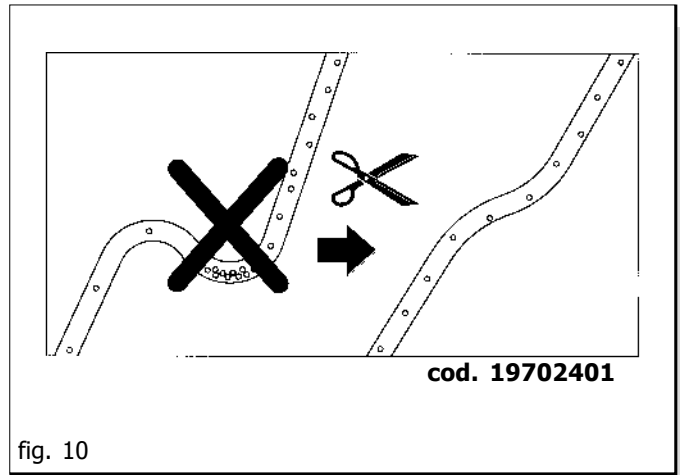

fig. 10
- 3) Die Länge der Saatgutauss-treuschläuche kontrollieren: Bei der Arbeit muß vermieden werden, daß sich Krümmungen und Biegungen bilden, da diese zum Brechen der Schläuche führen können. Eventuell ist die Länge der Schläuche gemäß Abbildung 10 den Arbeitsbedingungen anzupassen.
- 5) Die Länge der Saatgutauss-treuschläuche kontrollieren: Bei der Arbeit muß vermieden werden, daß sich Krümmungen und Biegungen bilden, da diese zum Brechen der Schläuche führen können. Eventuell ist die Länge der Schläuche gemäß Abbildung 10 den Arbeitsbedingungen anzupassen.